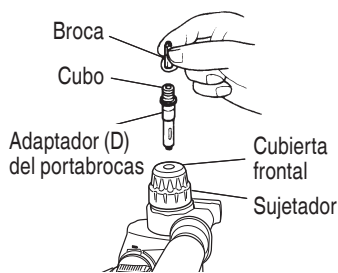

Fig. 18
4. Cuando coloque tornillos para metal (Fig. 18) En primer lugar, inserte la broca en el cubo del extremo del adaptador (D) de portabroca. A continuación, monte el adaptador (D) de portabroca en la unidad principal empleando los procedimientos descritos en 3 (1), (2), y (3), coloque la punta de la broca en las ranuras de la cabeza del tornillo, sujete la unidad principal, y apriete el tornillo.
5. Atornillando tornillos para madera (Fig. 18)